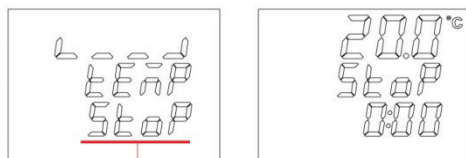

Рисунок 7
- 8.2.5. Чтобы остановить процесс нагрева, нажать на ручку энкодера и удерживать её нажатой в течение 3 секунд. При этом на дисплее отобразится символ выключенного нагрева, надпись temp и три раза мигнёт надпись Stop. Затем контроллер перейдёт в режим ожидания, и на дисплее будет отображаться текущая температура и мигать надпись Stop (Рисунок 7).